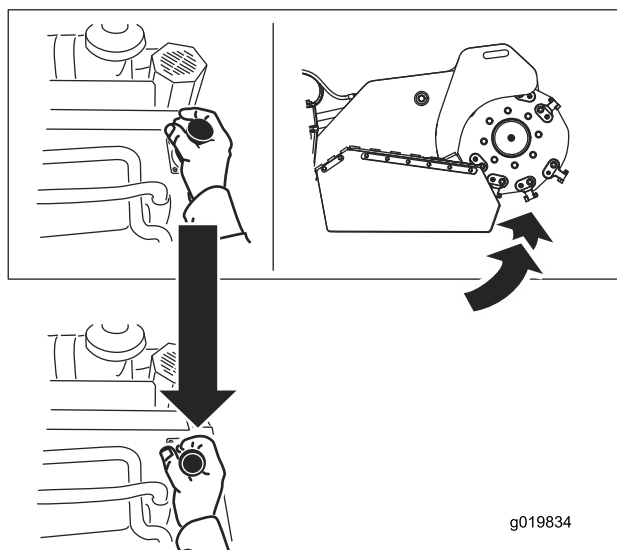

Figure 14
- Tirez le levier en arrière pour relever la dessoucheuse (Figure 14).